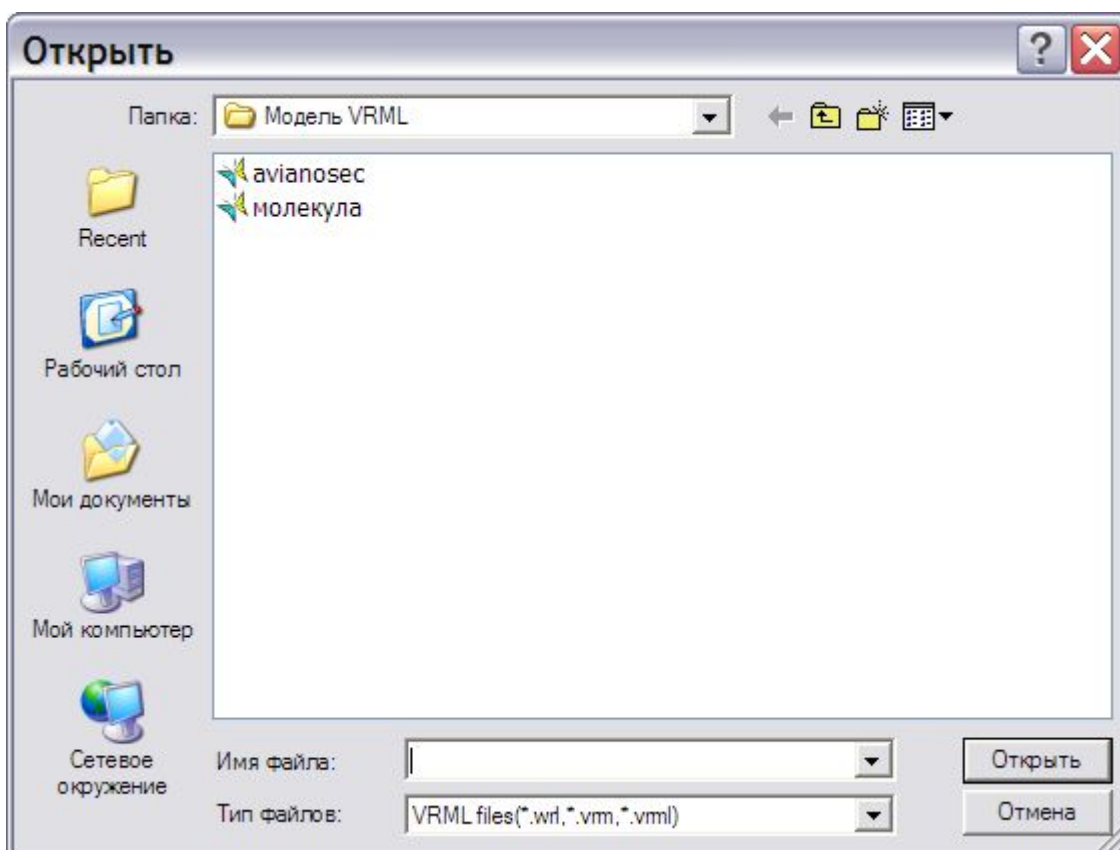

Рис. 3.189
3. Выберите из списка тип вставляемого объекта – **3D-модель VRML**. При этом появится окно **Открыть** (Рис. 3.189).